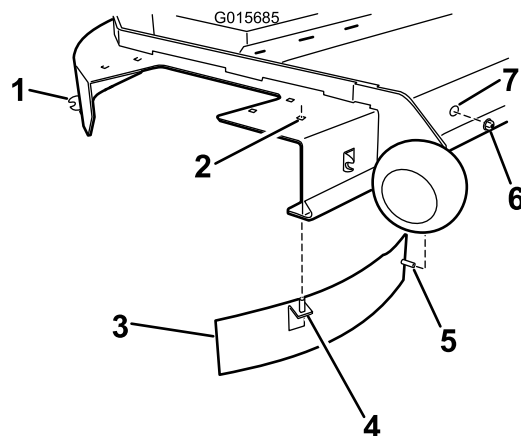

Figure 6
4. Montez un déflecteur sur le plateau de coupe (Figure 6). **Pour les plateaux de 48 pouces, utilisez un déflecteur droit. Pour les plateaux de 54 pouces, utilisez un déflecteur courbe.** Alignez l'ergot vertical sur le déflecteur à l'intérieur du plateau de coupe. Tournez le déflecteur jusqu'à ce que l'ergot horizontal s'aligne sur le trou de la paroi avant du plateau de coupe. Fixez-le à la paroi avant à l'aide d'un contre-écrou.